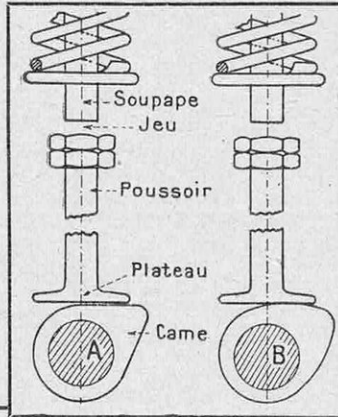

FIG. 1. — COMMENT ON DIMINUE LE BRUIT DE L'ATTAQUE D'UNE SOUPAPE PAR LE POUSSOIR
La Voie Lactée a la forme d'un disque très plat, tel qu'une pièce de cent sous (ses dimensions transversales ont été grossies sept fois pour la clarté du dessin). La place du Soleil y est nettement indiquée ; le petit cercle qui l'entoure représente une sphère de 700 années-lumière de rayon : toutes les étoiles, dites de « première grandeur » (fig. 10), sont à l'intérieur de cette sphère ; on se rappellera également (fig. 1 et 2) qu'en France nous voyons constamment Dénéb (1), souvent Betelgeuse, rarement Antares et jamais Canopus. Le centre de la Voie Lactée se situe dans la constellation du Sagittaire, où, d'après la loi de Newton, la matière, particulièrement dense, fait beaucoup plus de tours que les bords. Le Soleil met 250 millions d'années pour décrire une orbite quasi circulaire, centrée sur le Sagittaire et perpendiculaire au plan de la figure 12 ; il a d'ailleurs — comme toutes les étoiles — un mouvement propre, qui se superpose à la rotation globale de la Voie Lactée
sous le nom de *bruit de taquet*, est diminué par un tracé convenable du profil des comes grâce auquel la vitesse du taquet à l'attaque est réduite au minimum compatible avec d'autres conditions que l'on doit également observer (fig. 1).